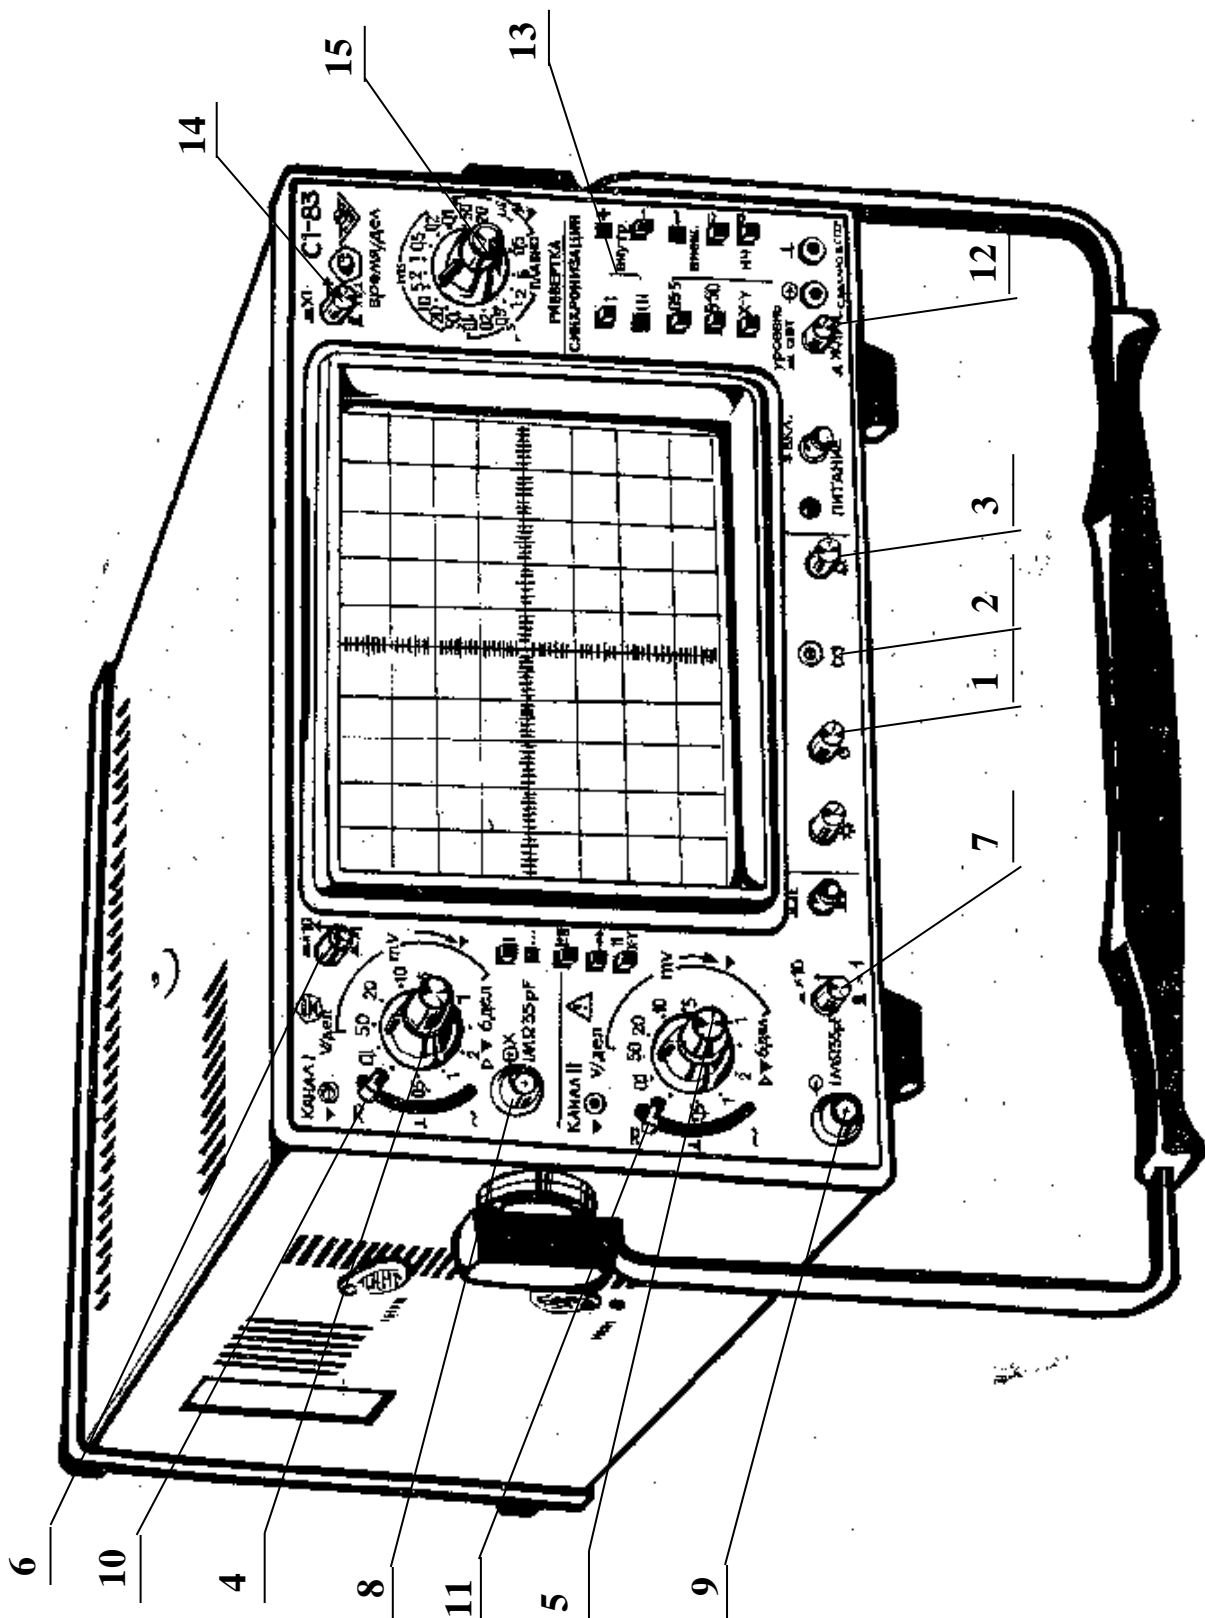

Рис. 2 . Внешний вид прибора
3.2. **Основные органы управления и их назначение.** Общий вид передней панели прибора приведен на рис. 2.